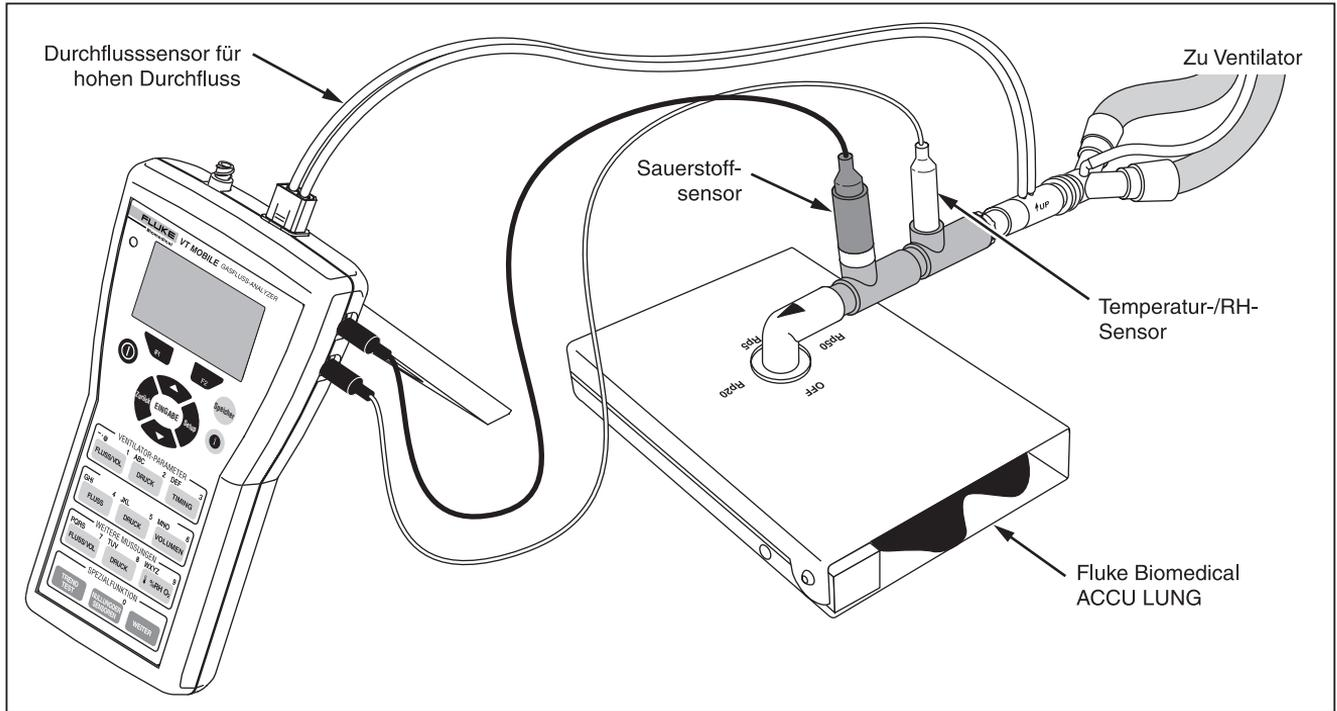

Abbildung 9. Prüfen der Ventilatorparameter
1. Den Sauerstoffsensord nach Abbildung 9 anschließen.
Abbildung 9 beziehen, wenn der Analyzer an einen Ventilator und eine Testlunge angeschlossen wird.
5. Unter Verwendung von Teilen des Zubehörkits und den mit den Sensoren gelieferten Steckverbindern die Verbindungen zwischen dem Ventilator und der ACCU LUNG gemäß Abbildung 9 herstellen. Die folgende Sequenz verwenden: Ventilator Y-Anschluss → High-Flow-Sensor (blauer Streifen gegen die ACCU LUNG) → Temperatur-/RH-Sensor → Sauerstoffsensor → ACCU LUNG. Alle Sensoren vertikal ausrichten.
7. Die ACCU LUNG für C20-Compliance (beide äußeren Federn eingehängt) und Rp50-Widerstand (positioniert gemäß Abbildung 9) einstellen.